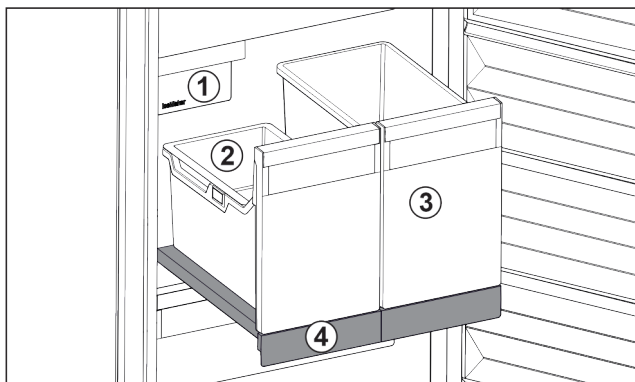

Fig. 98 Изтегляща се дъска с IceTower
- (2) Окачваща се поставка
- (4) Изтегляща се дъска за ледени кубчета
Върху изтеглящата се дъска има два високи съда (IceTower). В съда Fig. 98 (2) се събират и съхраняват ледени кубчета от IceMaker. Съдът Fig. 98 (3) е подходящ за съхранение на високи хранителни продукти като пици или алкохолни напитки.